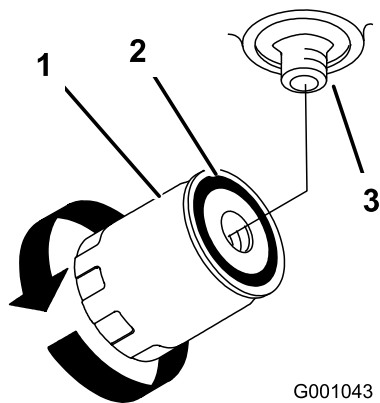

Рисунок 53
- Найдите фильтр под основанием двигателя и установите сливной поддон под фильтром (Рисунок 53).
- Снимите старый фильтр и начисто протрите поверхность прокладки переходника фильтра (Рисунок 53).
- Когда гидравлический фильтр будет заполнен, поверните масляный фильтр по часовой стрелке до контакта резиновой прокладки с переходником фильтра, после этого затяните фильтр, повернув его еще на пол-оборота (Рисунок 53).